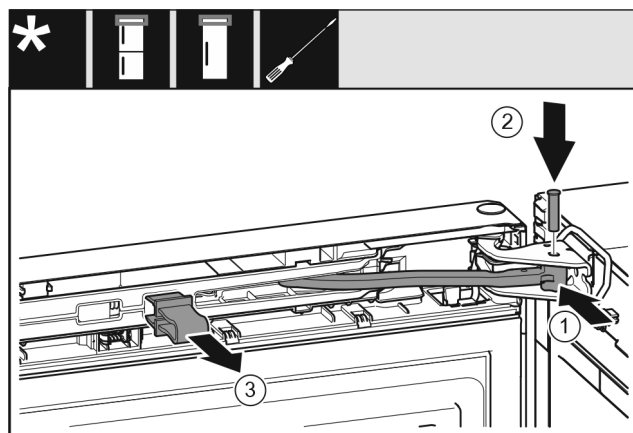

Fig. 30
- ▶ Zavrtite zgibni del Fig. 30 (1) v ležajnem podstavku.
- ▶ Vstavite sornik Fig. 30 (2) v ležajni podstavek in zgibni del. Pri tem pazite, da zaskočni zapah pravilno sedi v utoru.
- ▶ Snemite varovalo Fig. 30 (3).